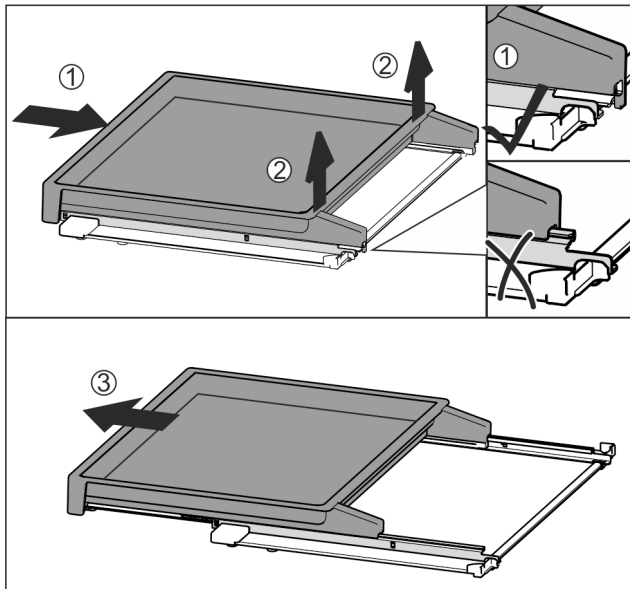

Fig. 40
- ▶ Вкарайте изцяло изтеглящата се дъска Fig. 40 (1).
- ▶ Освободете фиксатора от задната страна Fig. 40 (2).
- ▶ Извадете напред изтеглящата се дъска Fig. 40 (3).